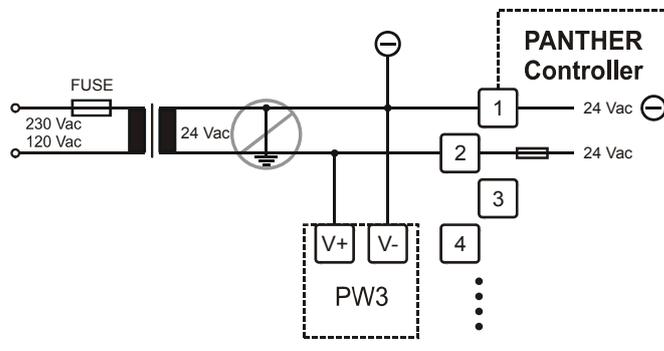

Рис. 40. Электрическое подключение адаптера PW3
4. Подключите питание 24В к адаптеру PW3 в соответствии с Рис. 40. Подключите проводку к